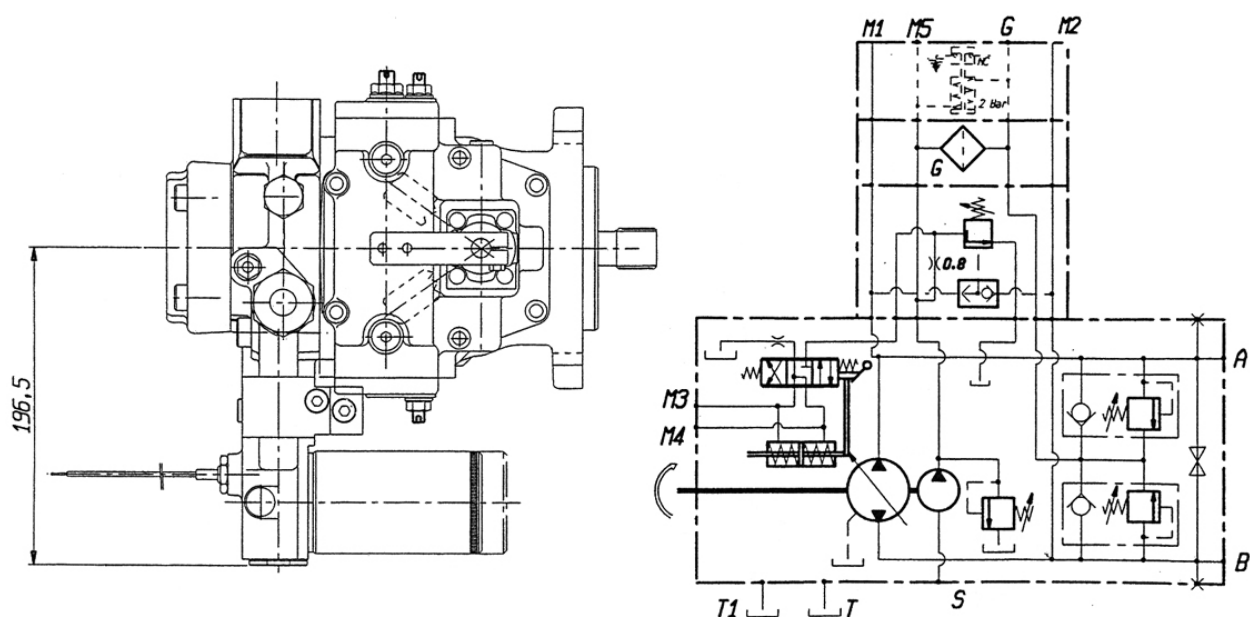

Рис. 23. Ограничитель мощности с фильтром в напорной гидрوليнии подпиточного насоса.
- Ограничитель мощности с фильтром в напорной гидролинии подпиточного насоса (рис. 23);